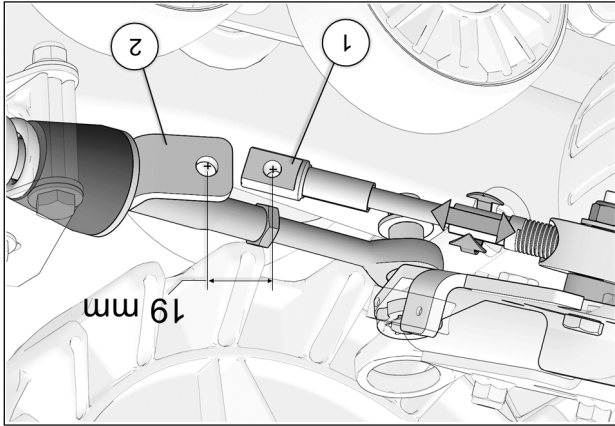

Fig. 25
16. Tourner le volant du véhicule au maximum de la course du côté gauche. En maintenant une pression au volant, ajuster le câble (en vissant ou dévissant pour ajuster la longueur). Voir la Fig. 25
17. Obtenir une distance de 19 mm [ $\frac{3}{4}$  po.] du centre de l'extrémité du câble (1) au centre de l'extrémité du support de fixation (2). Voir la Fig. 25